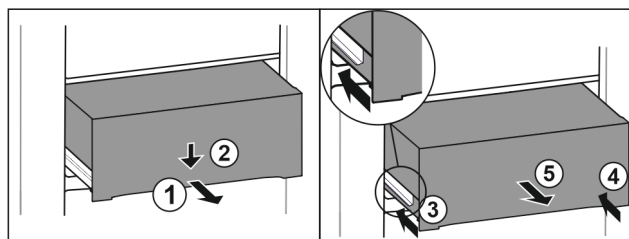

Fig. 118
- ▶ Extrageți pe jumătate sertarul. Fig. 118 (1)
- ▶ Apăsăți în jos sertarul pe partea frontală. Fig. 118 (2)
- ▶ Inserați șina stângă aproximativ 2 cm. Fig. 118 (3)
- ▶ Inserați șina dreaptă aproximativ 2 cm. Fig. 118 (4)
- ▶ Extrageți sertarul spre înainte. Fig. 118 (5)